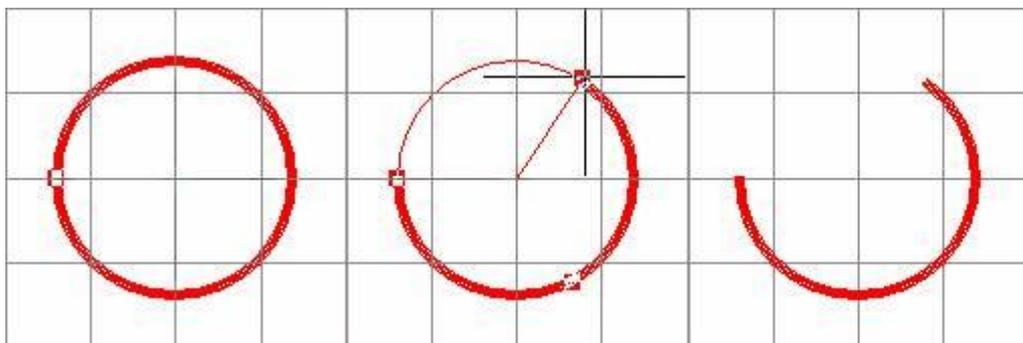

图 5 — 70 圆弧中心和半径选取 图 5 — 71 圆弧终点的选取 图 5 — 72 完成后任意角度圆弧导线
(5) 完成圆弧的绘制后, 在 PCB 图纸上右击鼠标取消画圆弧状态。绘制效果如图 5 — 72 所示。